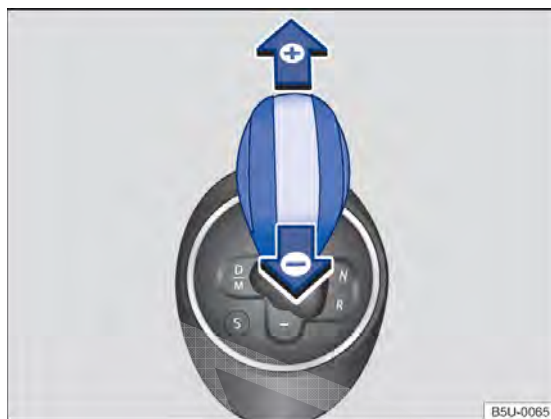

Fig. 105 Alavanca seletora na posição para condução de marcha no modo manual.
- Mover a alavanca seletora para frente (+) ou para trás (-) para engatar as marchas altas ou baixas → Fig. 105.